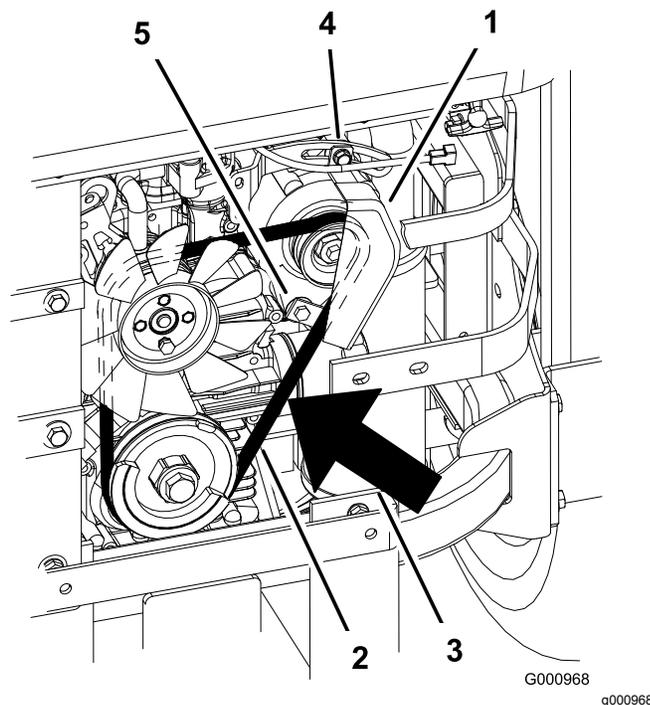

Figura 88
2. Ajuste el alternador hacia fuera hasta que quede una desviación de 7 a 9 mm en la correa entre el motor y las poleas del alternador con una fuerza de 98,3 N (Figura 88).
5. Si la desviación es correcta, apriete los pernos inferior y superior (Figura 88).